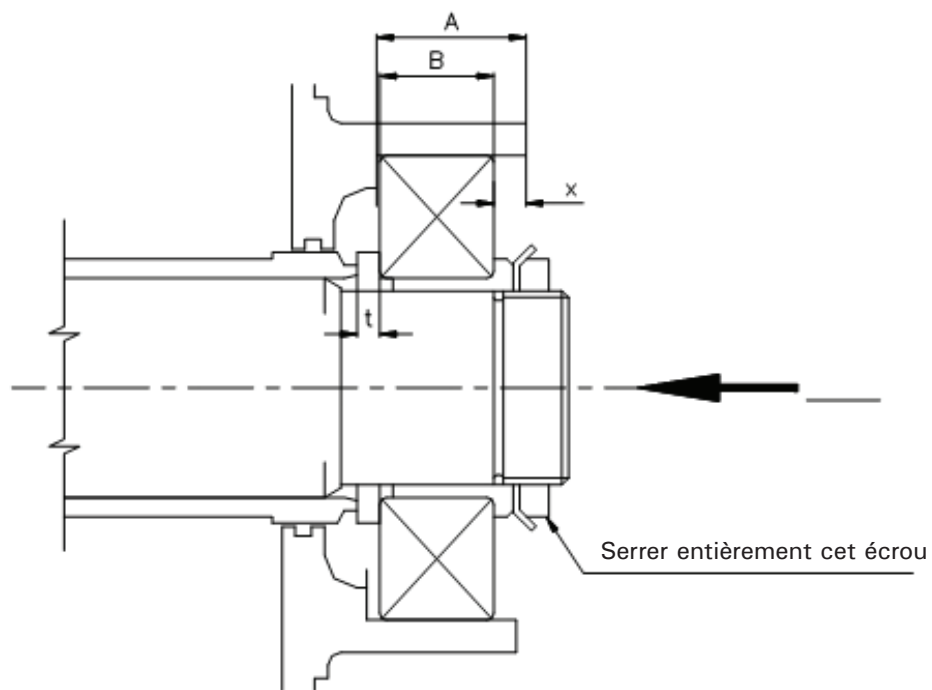

Figure 4
- d) Reportez-vous à la Figure 4. À présent, poussez l'arbre (rotor) vers l'aspiration et mesurez l'écart entre la pièce factice (roulement) et le corps de palier. Nommez cette distance 'X'.